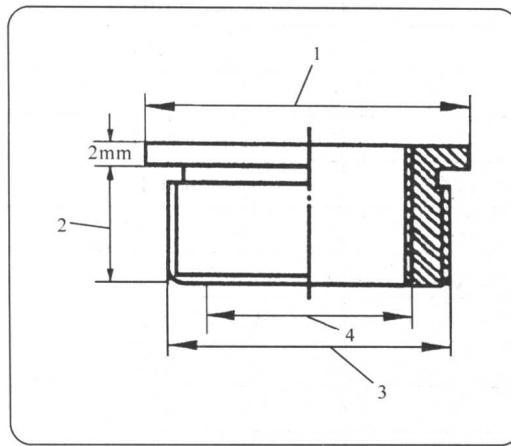

图1-3 火花塞螺纹孔镶套
3. 火花塞螺纹孔的修理 火花塞螺纹孔的损坏通常是由于安装火花塞时用力过猛或过于频繁拆装或旋入时未对准丝扣而强行旋入引起的，可采用镶套法进行修复。其方法是：将原来的火花塞螺纹孔改制为直径大一些的螺纹孔，镶制一个有内外螺纹的铜套（钢套），内螺纹制成与原来规格火花塞螺纹相配（图1-3），不必改用其他规格的火花塞；然后找一个火花塞，在火花塞的螺纹部分涂抹润滑脂，拧入制好的螺纹套中，并在螺纹套外螺纹表面涂抹少许铅油；最后将螺纹套拧入气缸盖螺纹孔中并拧紧，退出火花塞，在螺纹套下端用冲子冲大，以防止松动。